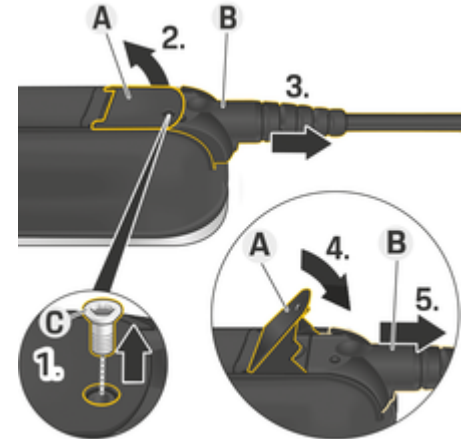

Abb. 15: Kabel lösen
1. Schraube **C** (Abb. 15) mit einem geeigneten Werkzeug lösen.
2. Hebel **A** (Abb. 15) anheben.
3. Stecker **B** (Abb. 15) bis zum ersten Widerstand herausziehen.
4. Hebel **A** (Abb. 15) schließen.
5. Stecker **B** (Abb. 15) vollständig herausziehen.